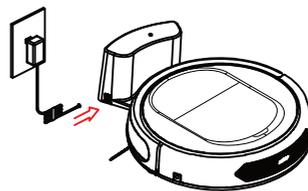

рис. 2
- Или нажмите кнопку на роботе или «HOME» на пульте ДУ, для того чтобы робот направился к базе для подзарядки (см. рис. 2). Перед этим убедитесь, что робот включен.
Выньте резиновую пробку резервуара, наполните его водой и затем плотно вставьте резиновую пробку на место во избежание утечки воды (см. рис. 2).